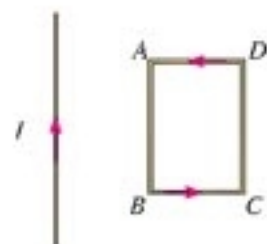

图 4.3-4 判断线圈移动的方向
**例题2** 如图4.3-4所示,在长直载流导线附近有一个矩形线圈  $ABCD$ , 线圈与导线始终在同一个平面内。线圈在导线的一侧左右平移时,其中产生了  $A \rightarrow B \rightarrow C \rightarrow D \rightarrow A$  方向的电流。已知距离载流直导线较近的位置,磁场较强。请判断:线圈在向哪个方向移动?